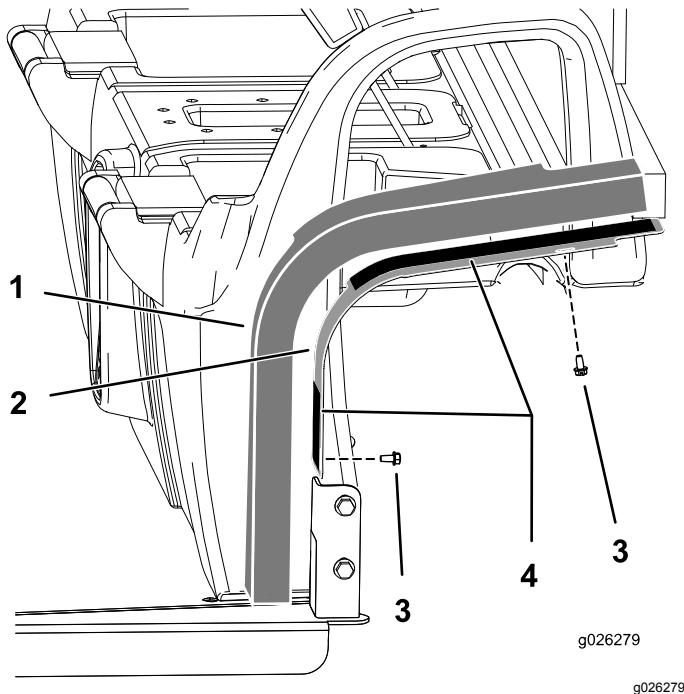

Figura 7
1. Sujete las chapas de montaje a la cabina con 4 pernos ($\frac{1}{4}$ "'), según se muestra en la Figura 7.
3. Retire el papel protector de la cinta de doble cara de las chapas de montaje (Figura 7).
4. Instale las planchas de gomaespuma en el conjunto (Figura 7).